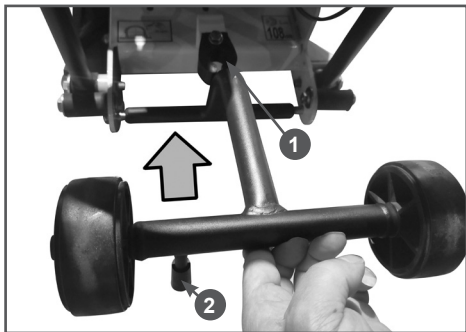

Рис. 17 Фиксация тележки в зажиме
Тележку нужно закрепить на раме двигателя так, чтобы после установки тележки резиновые упоры 2 были направлены к земле (Рис. 17).
5. Установите тележку в транспортное положение, для чего поднимите её вверх и закрепите её в резиновом зажиме 1 (Рис. 17).